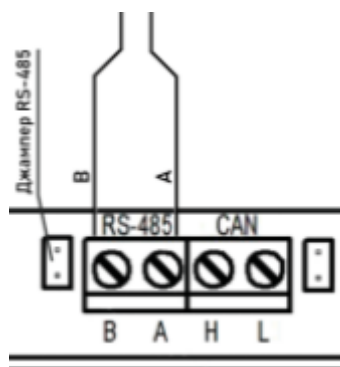

Рисунок 5 - Распиновка разъема RS-485 на ППК
- 1.2.4. Подключить адаптер RS-485 к ППК с соблюдением распиновки А В (рисунок 5,6).